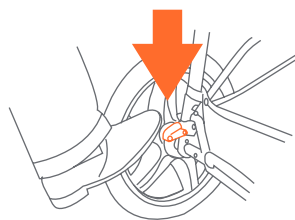

Fig. 15
15) • Pour engager les freins, appliquer une pression légère vers le bas sur le levier de verrouillage situé sur chaque roue arrière. Engager les freins peut exiger un léger mouvement vers l'avant ou vers l'arrière dans le but d'aligner les dents sur le frein avec les roues (Fig. 15).